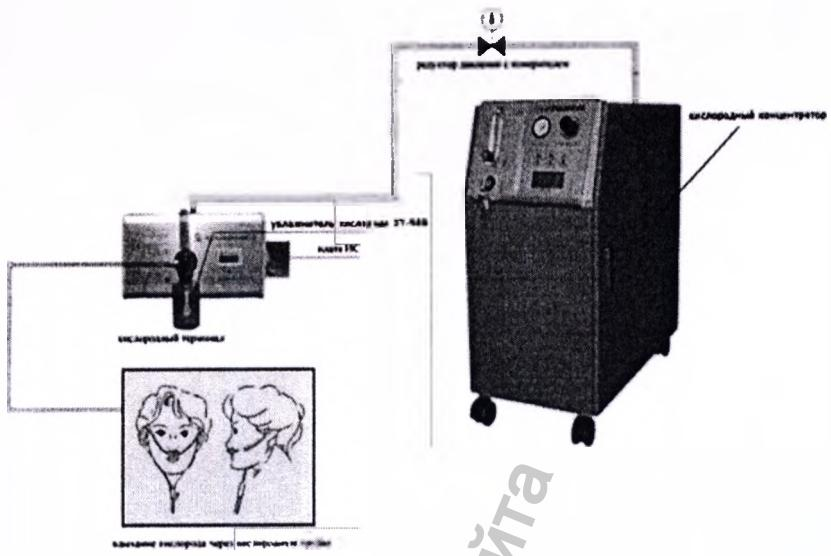

Рис.7
**Схема подключения аппарата к дыхательным терминалам для кислородной терапии (Рис. 7):**